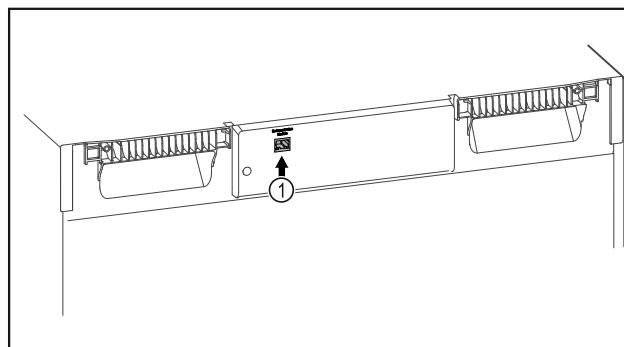

Fig. 78
- A SmartModule *Fig. 78 (1)* be van helyezve.